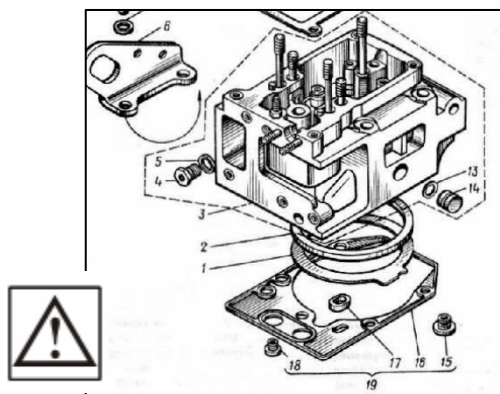

Рис. 3.14 – Головка цилиндров
Произвести мойку и очистку головки цилиндра моющим раствором СМС (МС-37) с концентрацией 25-30 г/л и температуре 75-85 °С от асфальто-смолистых загрязнений, а при наличии накипи выпрессовать 4 заглушки (14) (рис. 3.14) полости охлаждения при помощи съемника, предварительно для него нарезать резьбу в заглушке и промыть кислотным раствором (состав см. раздел IV), промыть водой, обдуть сжатым воздухом.